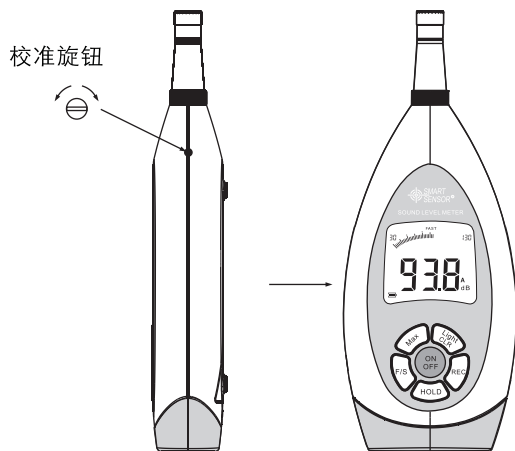

图1
- ▶ 将传感器头插入标准音源孔内，将标准音源置为94dB@1KHz，打开标准音源（94dB@1KHz）的电源开关，使用小型一字批调整电池门内开圆孔处的校准旋钮使LCD屏幕显示为93.8dB。 如图1：